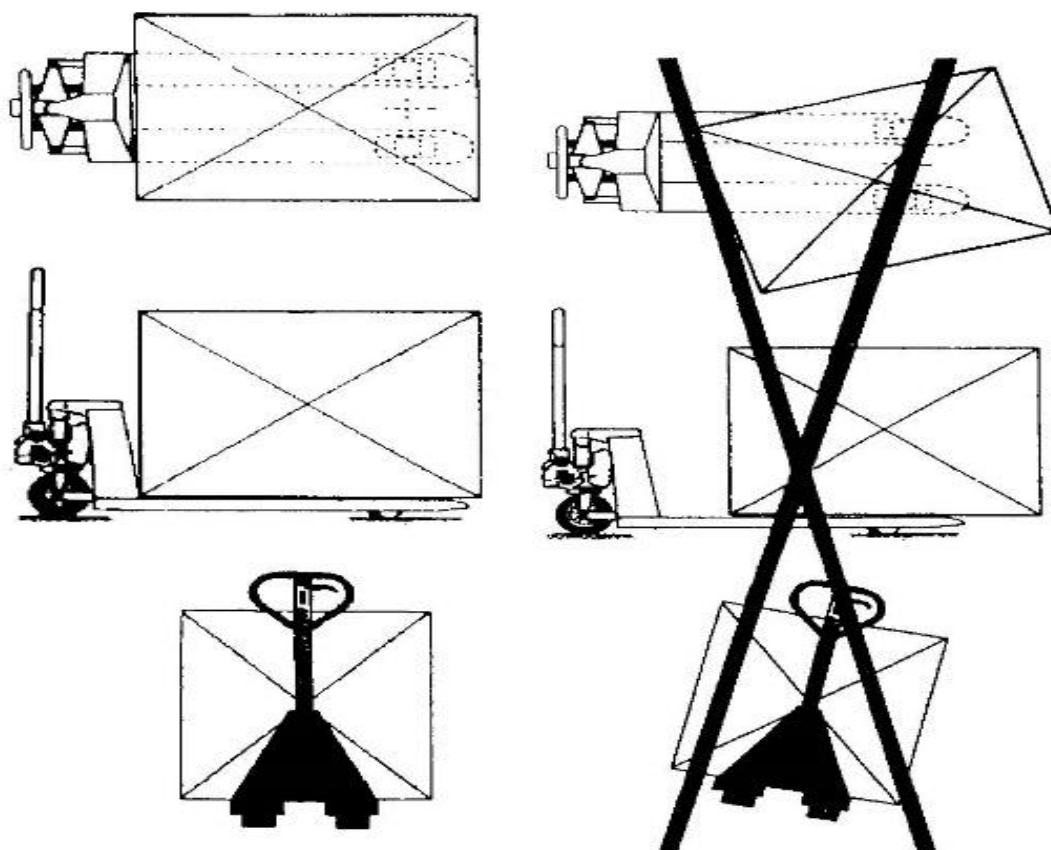

Рис.6
- Центр силы тяжести груза должен быть размещен между двух вилок. Неравномерная нагрузка вызовет опрокидывание тележки после разгрузки груза. См. рисунок 6.
- Если тележка не используется, установите рукоятку (3) в положение торможения.